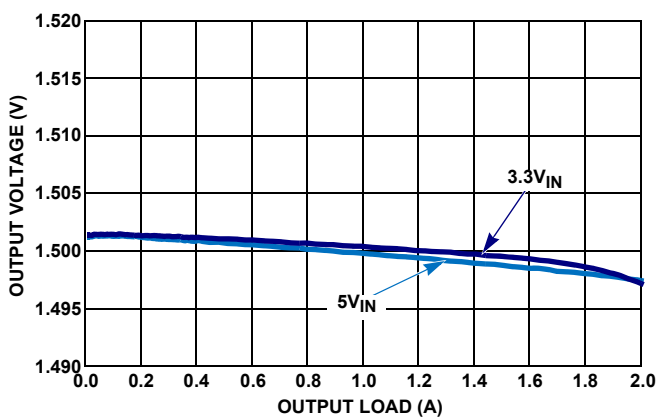

図 8. V_{OUT} レギュレーション vs 負荷、 $f_{SW} = 2\text{MHz}$ 、 $V_{OUT} = 1.5\text{V}$ 、 $T_A = +25^\circ\text{C}$
- 製造時テストは実施していません。評価用ボードを用いた特性評価による値です。負荷レギュレーションのグラフ (図 8 ~ 11) を参照してください。105 $^\circ\text{C}$ の T_A は、ほぼワーストケースの動作点を表します。